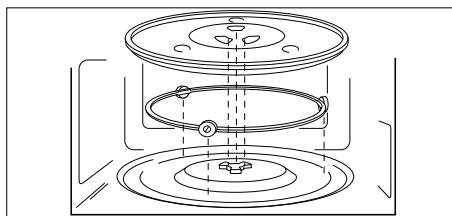

Fig. 4 – Inserimento del piatto girevole in vetro
- ▶ Inserire l'anello girevole nell'incavo del vano di cottura, quindi posizionare il piatto girevole in vetro sopra l'albero di trasmissione del piatto girevole in posizione centrale (vedere la "Fig. 4 – Inserimento del piatto girevole in vetro"), in modo che le barre del piatto girevole in vetro poggiino tra le alette dell'albero di trasmissione.